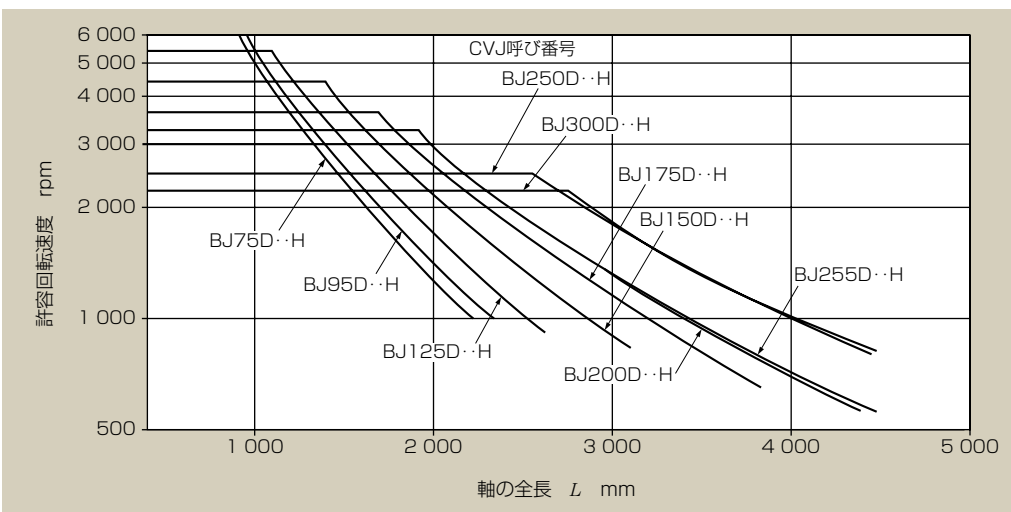

図10 軸の許容回転速度
2. 軸の長さによっては使用回転速度の制限を受けます。図10に示す軸の許容回転速度にてご確認ください。